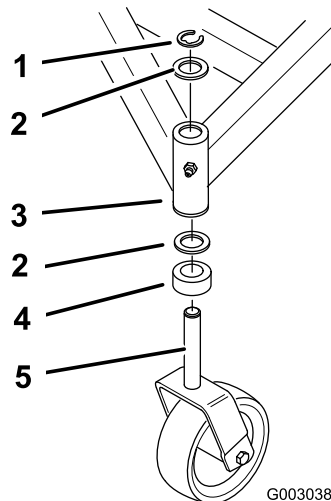

Figure 37
3. Enlevez la bague de retenue et la ou les rondelle(s) de butée en haut de la chape de la roue pivotante (Figure 37).
9. Vérifiez l'usure de la chape de la roue pivotante et remplacez-la le cas échéant (Figure 37).
10. Insérez la chape dans les bagues à l'intérieur du tube de montage. Remplacez la ou les entretoise(s) sur la chape et fixez-les avec la bague de retenue (Figure 37).